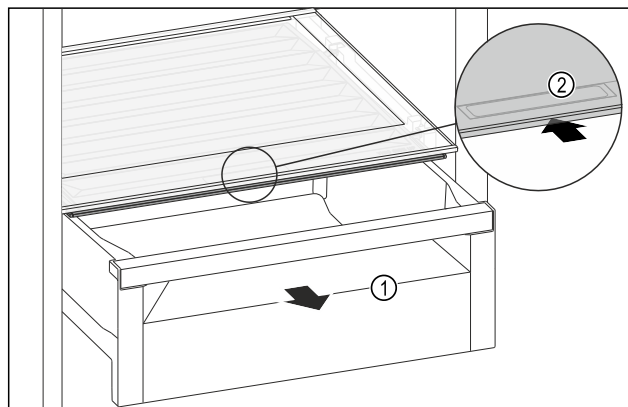

Fig. 85
- ▶ Извлеките выдвижной ящик Fig. 85 (1).
- ▶ Возьмитесь за утопленную ручку Fig. 85 (2) на крышке отделения и одновременно введите крышку отделения назад.